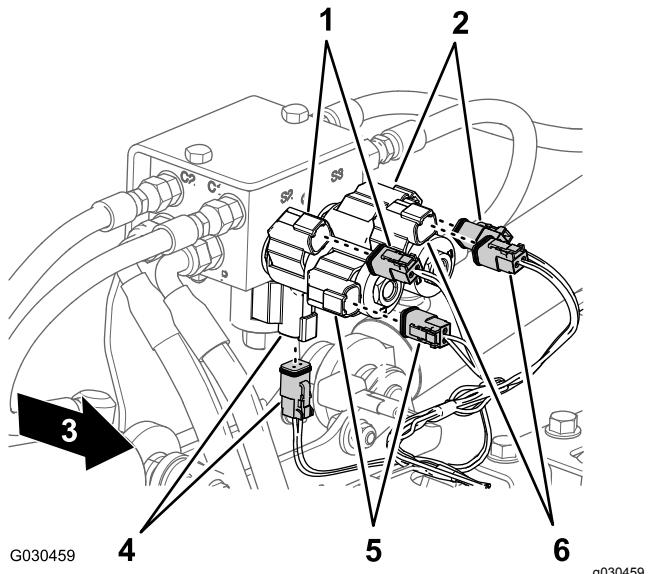

**Bild 56**
3. Entfernen Sie die Einstekbefestigung, mit welcher der hintere Kabelbaum in den Löchern an der vorderen Seite und in der unteren Platte der Verteilerbefestigung befestigt ist (Bild 56).